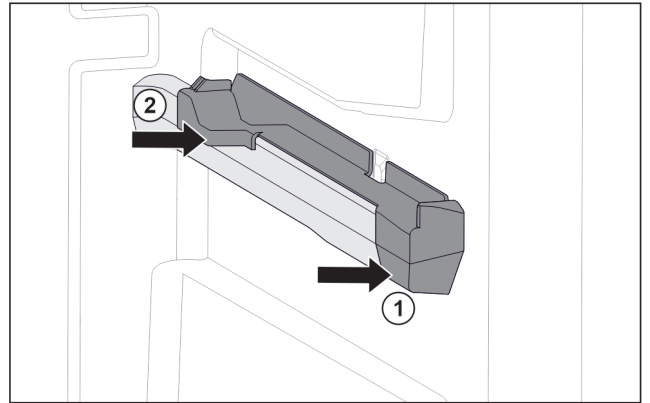

Fig. 79 Element nasadzany na prawym żebrze pojemnika
- ▶ Umieścić element nasadzany z przodu na żebrze pojemnika. Fig. 79 (1)
- ▶ Docisnąć element nasadzany z tyłu. Fig. 79 (2)